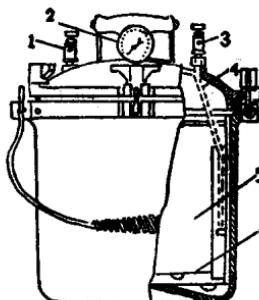

图 6 手提式高压蒸气灭菌器
1. 构造及作用原理 高压灭菌器是应用最广，效率最高的灭菌器。其种类有手提式、直立式及横卧式等，其构造和作用原理基本相同（图 6）。